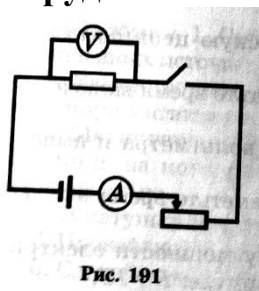

Рис. 191
2. Соберите электрическую цепь по схеме, показанной на рис. 191.